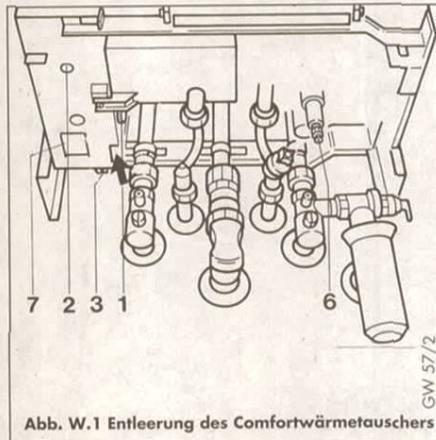
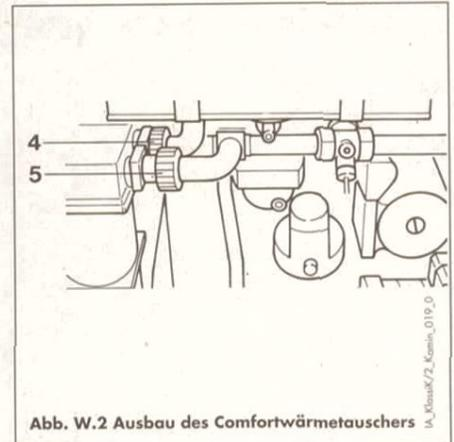

Abb. W.1 Entleerung des Comfortwärmetauschers
Abb. W.2 Ausbau des Comfortwärmetauschers
- Öffnen Sie die Entlüftungsschraube am Integralwärmetauscher. An den Entlüftungsschrauben der Wartungshähne tritt Wasser aus. An der Öffnung (5, Abb. W. 1) tritt Restwasser aus, wenn der Comfortwärmetauscher ausgebaut wird.
- Öffnen Sie die Entleerungsschraube (6, Abb. W. 1).
- Bauen Sie den Comfortwärmetauscher aus, indem Sie die beiden Verschraubungen (4 und 5 Abb. W.2) lösen und den Arretierstopfen (1, Abb. W.1) herausziehen.
- Hebeln Sie den Comfortwärmetauscher von hinten aus (Pfeil, Abb. W.1), um die Dichtkraft der rückseitigen Steckanschlüsse zu überwinden.